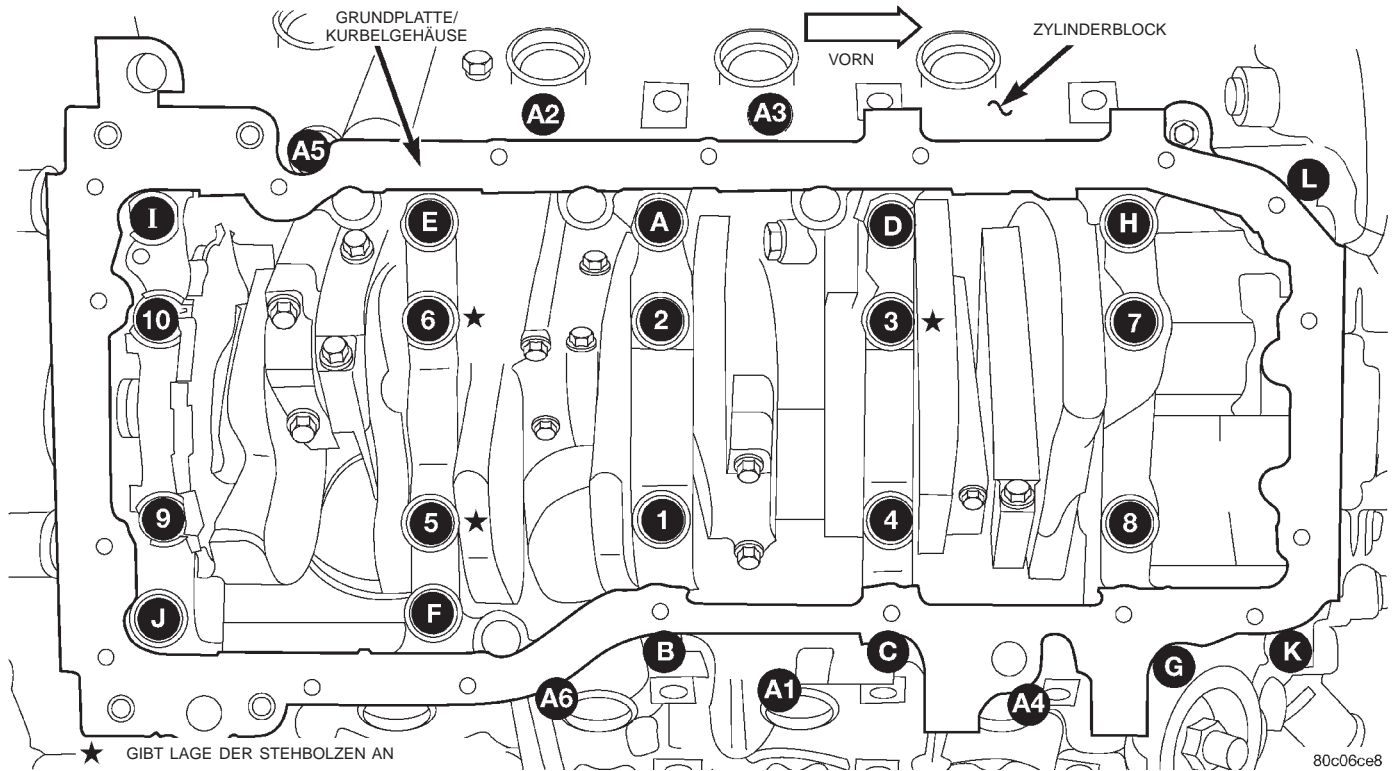
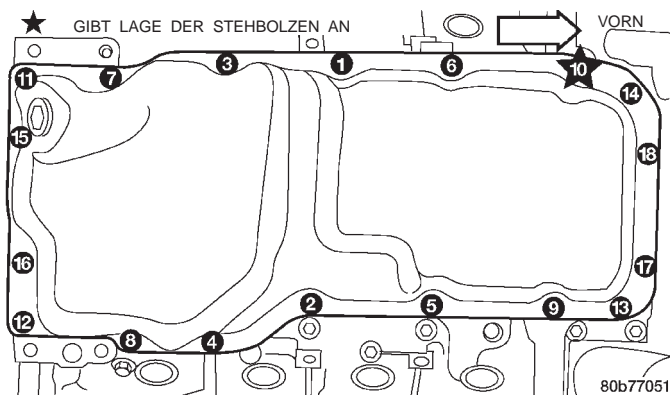

Abb. 112 Reihenfolge beim Festziehen der Grundplatte/Kurbelgehäuse
Abb. 113 Reihenfolge beim Festziehen der Ölwanne
(7) Befestigungsschrauben der Grundplatte montieren und darauf achten, daß die Stehbolzen an der jeweils richtigen Stelle eingedreht werden. Schrauben in der in (Abb. 112) gezeigten Reihenfolge festziehen.
(8) Axialspiel der Kurbelwelle messen. Näheres hierzu siehe "Kurbelwellenhauptlager" in diesem Abschnitt.
(9) Pleuel einbauen und Axialspiel messen. Näheres hierzu siehe "Pleuellager" in diesem Abschnitt.
(10) Ölwannendichtung/Zwischenplatte mit neuem O-Ring ansetzen und Ölansaugrohr montieren. Schraube und Muttern mit einem Anzugsmoment von 28 N·m (20 ft. lbs.) festziehen.
(11) Ölpumpe montieren. Befestigungsschrauben in der gezeigten Reihenfolge (Abb. 113) mit einem Anzugsmoment von 15 N·m (11 ft. lbs.) festziehen.
(12) Motor einbauen.